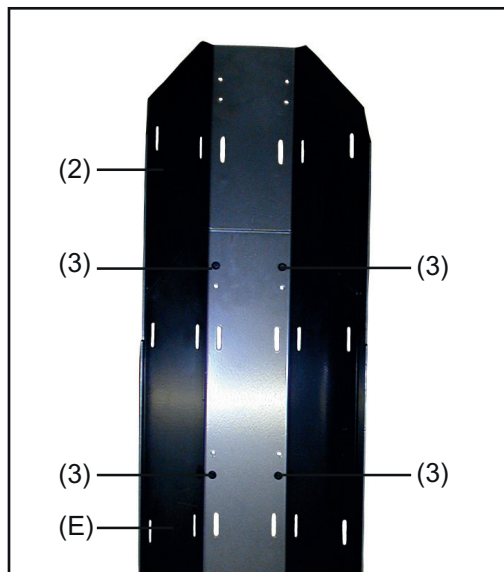

Abb. 7 Verlängerungsblech an Gasflaschen-Halterung montieren
- 6 Verlängerungsblech (2) an Gasflaschen-Halterung (E) anlegen, sodass sich die jeweils acht Bohrungen überdecken (Abb.7)
- 7 Jeweils zwei beiliegende Schrauben „Extrude-Tite“ (3) an den beiden obersten Bohrungen und an den beiden untersten Bohrungen ansetzen (Abb.7)
- 8 Verlängerungsblech (2) mit diesen vier Schrauben an der Gasflaschen-Halterung (E) festschrauben (Abb.7)